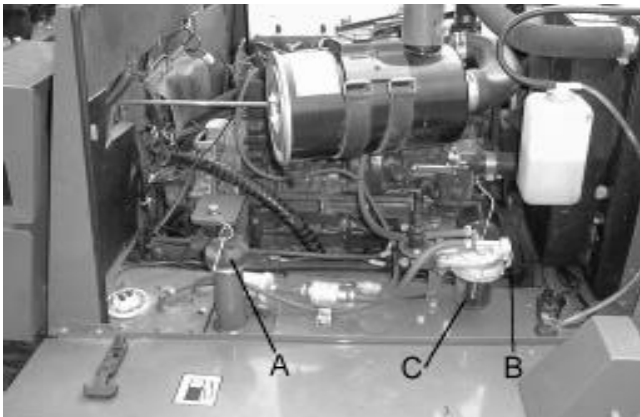

Fig.37
- (a) Unscrew locking ring and remove glass bowl and filter element (C Fig.37) and discard element.
- a. Schroef de grendelring los, verwijder het filterelement (A afb. 37) en gooi dit weg.
- (a) Dévisser le collier et enlever la cartouche (A fig. 37) et la jeter.